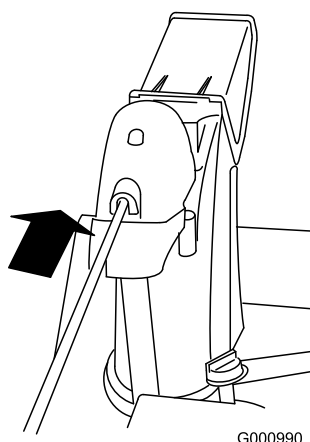

Figure 16
4. Insérez l'avant de la tige dans l'ouverture au dos du couvercle du secteur denté de l'éjecteur jusqu'à ce qu'il glisse dans le secteur denté (Figure 16).